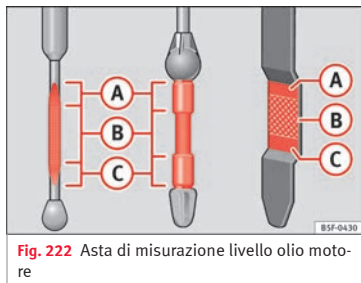

Fig. 222 Asta di misurazione livello olio motore
– In seguito, estrarla di nuovo e controllare il livello dell'olio » **fig. 222**. Se necessario, rabboccare dell'olio.